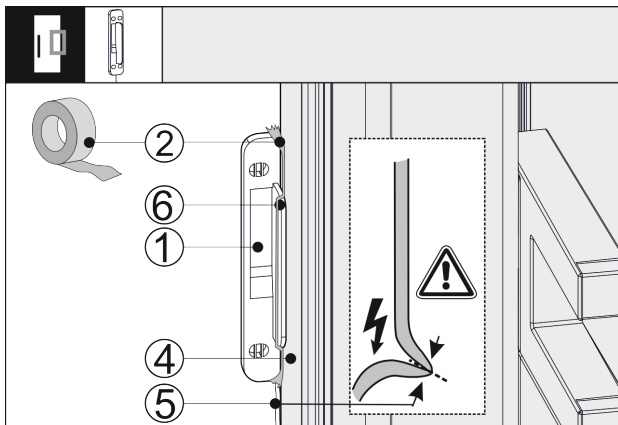

Fig. 42
- ▶ Nasadíte snímač klopania Fig. 42 (1) z boku na dvere zariadenia Fig. 42 (4) tak, aby doraz Fig. 42 (6) priliehal k dverám zariadenia Fig. 42 (4). Kábel snímača Fig. 42 (5) je zľahka napnutý a tiež prilieha k dverám zariadenia Fig. 42 (4).
- ▶ Zafixujete snímač klopania Fig. 42 (1) pomocou lepiacej pásky Fig. 42 (2). Snímač klopania sa neskôr zoskrutkuje s prednou časťou nábytku.